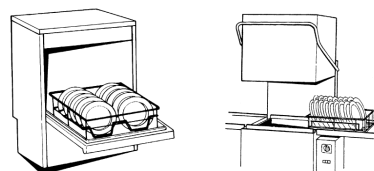

Fig.25
- 4- Ingrese la cesta de vajilla como se muestra. Para los modelos bajo encimera cargue la cara frontal del rack. Para los modelos con Capota cargar el rack delante o al lado (si es necesario a su vez el soporte de la cesta). (Fig. 25)